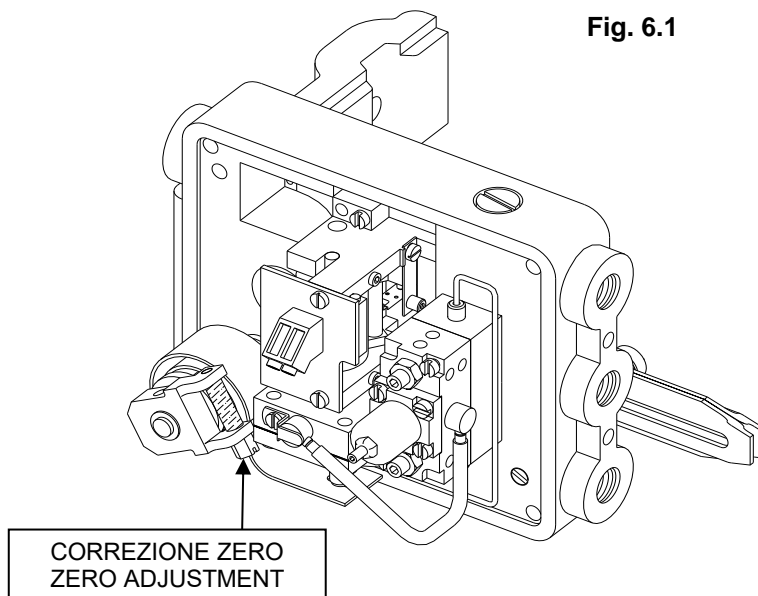

Fig. 6.1
2. Inviare un segnale di 4mA (o 3psi) e agire sulla vite di zero (Fig. 6.1) sino far partire la valvola. A questo punto girare la vite molto lentamente in senso contrario riportando l'asta dell'otturatore in posizione di riposo. Controllare l'indicatore di corsa dell'attuatore.
2. Inject a signal of 4 mA (or 3psi) and adjust the start screw as per fig. 6.1 such that the position of the valve is at the fully extended position. At this point the valve plug should just be touching its seat and any counter rotation of the start screw causes the valve to retract. Set the valve position indicator.